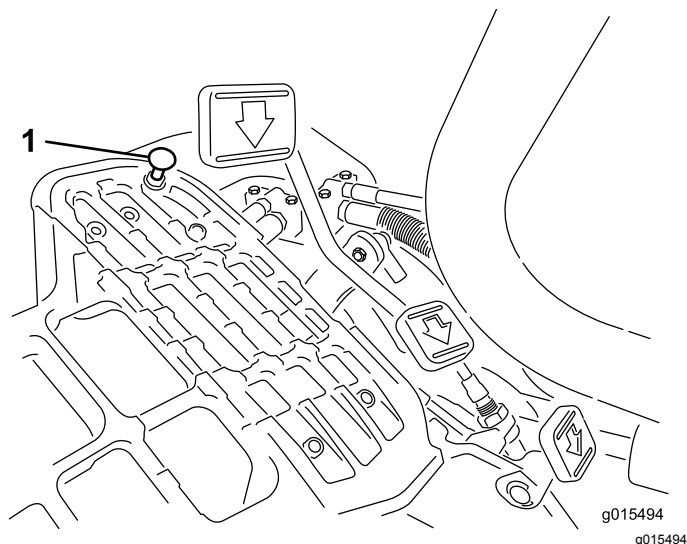

図 47
モードレバーを移動走行位置にセットし、ペダルを一杯に踏み込めば最高速度となります。ケーブルに張力が掛かる前にペダルがストップ 図 47 に当たる場合には調整が必要です。
1. モードレバーを移動走行位置にセットし、ペダルストップを固定しているロックナットをゆるめる 図 47。